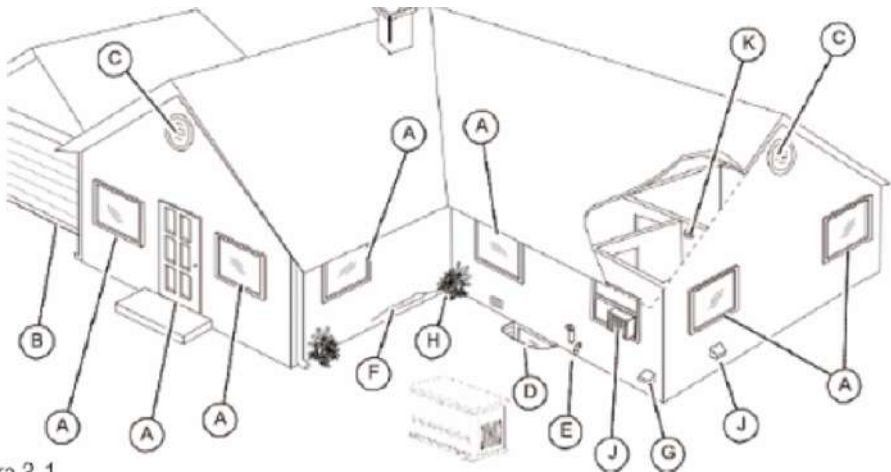

Figura 3-1
Consulte la Figura 3-1. Se debe instalar y utilizar un detector de monóxido de carbono (K) para monitorear el monóxido de carbono y advertir a las personas de su presencia. El detector de monóxido de carbono debe instalarse y probarse de acuerdo con las instrucciones y advertencias del fabricante.
Consulte la Figura 3-1. Los gases de escape del grupo electrógeno
Verifique que la estructura esté correctamente sellada para evitar entrada de gases. Las grietas o aberturas alrededor de ventanas, puertas, arcos, tuberías y aberturas de ventilación pueden permitir la entrada de gases de escape. En la Figura 3-1 adjunta se describen e incluyen algunos ejemplos de posibles puntos de entrada.